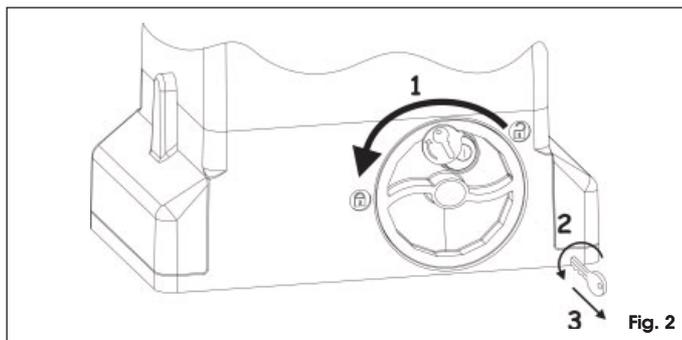

Fig. 2
1. Tourner le système de déverrouillage en sens inverse horaire d'environ 180°, d'après la Fig. 2 réf. ①.
2. Tourner la clé en sens inverse horaire d'après la Fig. 2 réf. ②, et l'extraire de la serrure d'après la Fig. 2 réf. ③.
1. Gire el sistema de desbloqueo en sentido antihorario unos 180°, tal y como se indica en la Fig. 2 ref. ①.
2. Gire la llave en sentido antihorario, Fig. 2 ref. ②, y retírela de la cerradura, como se indica en la Fig. 2 ref. ③.
1. Das Entriegelungssystem gegen den Uhrzeigersinn um etwa 180° entsprechend der Darstellung in Abb. 2, Bez. ① drehen.
2. Den Schlüssel gegen den Uhrzeigersinn drehen, Abb. 2 Bez. ② und aus dem Schloss herausziehen, siehe Darstellung in Abb. 2 Bez. ③.